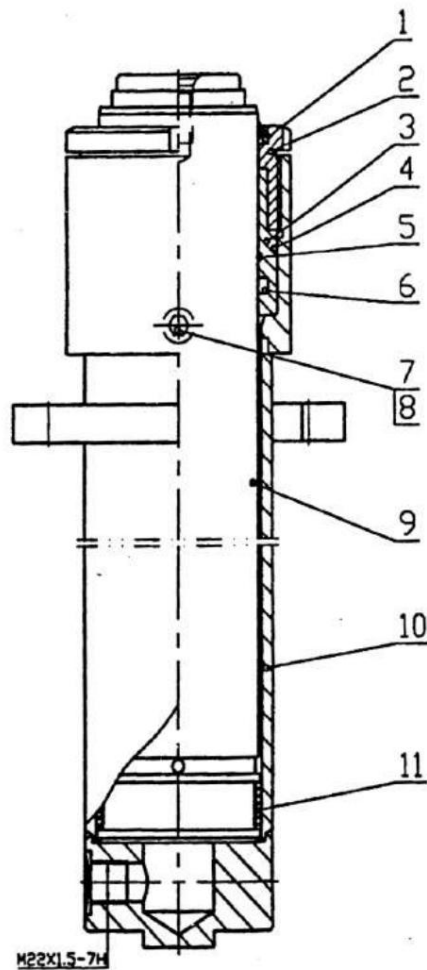

Figura 10-6 Levantamiento libre del cilindro (Figura 10-4)
5) y el sistema del circuito de aceite es más complejo. La estructura del cilindro de elevación libre se muestra en la figura. 10-6.